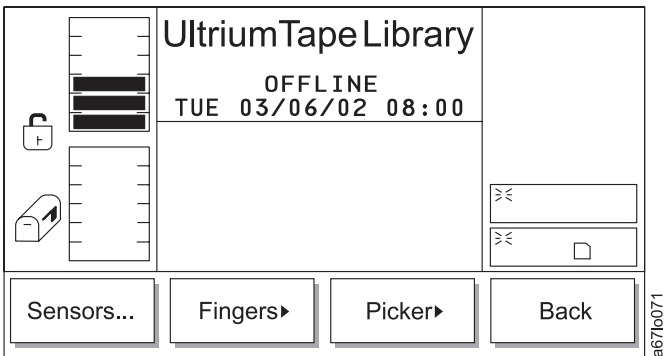

Abbildung 165. Diagnoseuntermenü
- Wird **Diags** ausgewählt, erscheint das Diagnoseuntermenü (siehe Abb. 165 auf Seite 179).
Tabelle 114. Übersetzung von Abb. 165, Diagnoseuntermenü
- Wird **Cancel** ausgewählt, erscheint das Diagnoseuntermenü (siehe Abb. 165 auf Seite 179).
- Wird **Back** ausgewählt, erscheint das Diagnoseuntermenü (siehe Abb. 165 auf Seite 179).